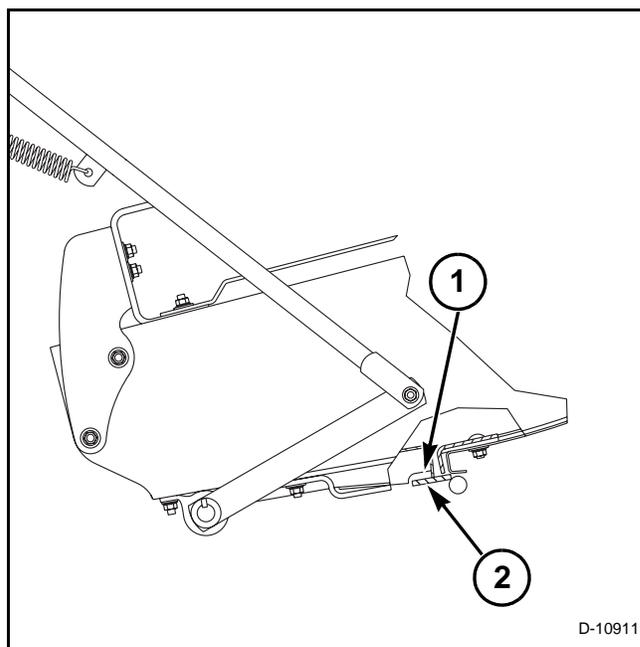

FIG. 115
FIG. 115: Trabe la puerta del sensor del dispositivo de llenado en la posición desplazada para que el dispositivo de llenado opere continuamente. Sujete las pinzas de traba en la orejeta (1) en la puerta del sensor del dispositivo de llenado para sostener la orejeta en el tope de la puerta inferior (2).